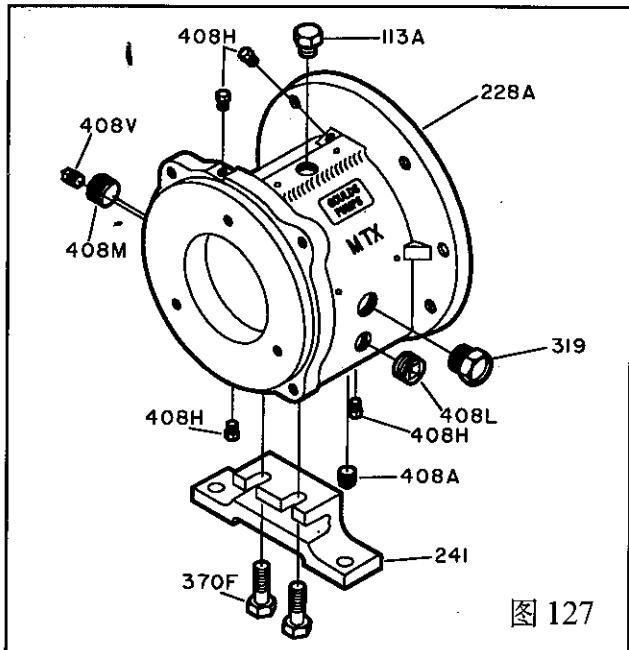

图 127
- 在轴承箱(228)上装上注油塞(113A)、排油塞(408A)、视镜(319)、油杯塞(408J)、四个油雾联接塞(408H)或油脂接头(193)和油脂排出塞(113)、油冷却器进出口塞(408L,408M)(图 127)。
- 用螺栓(370F)将轴承箱与支脚(241)相连,用手拧紧。(图 127)